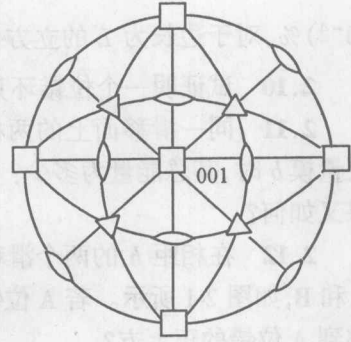

图 1-1
1.32 立方系晶体 (001) 标准投影图如图 1-1, 试在 (001) 标准投影图上确定极点: (111) , $(\bar{1}11)$, $(1\bar{1}1)$, $(\bar{1}\bar{1}1)$, (112) , $(\bar{1}\bar{1}0)$ 的位置。